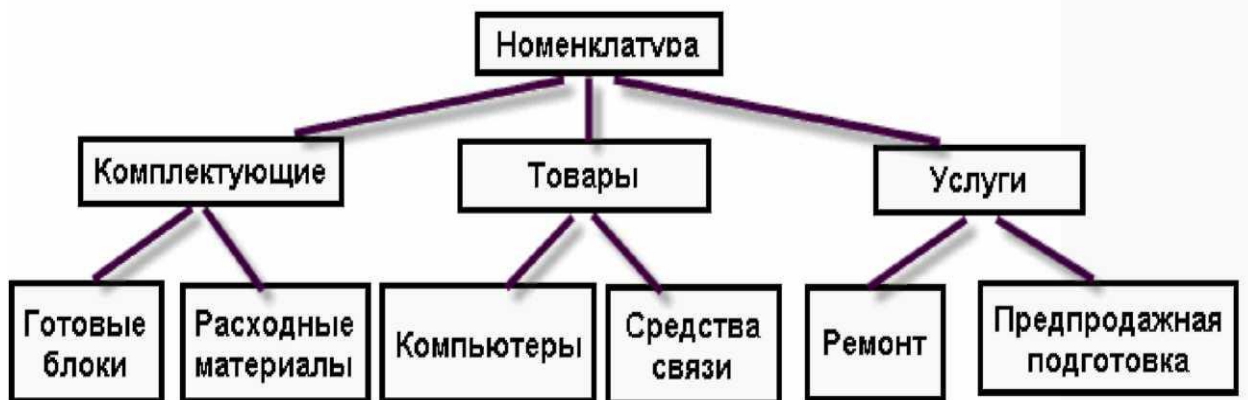

Рис. 27
- создайте новые группы в соответствии с рис. 27;